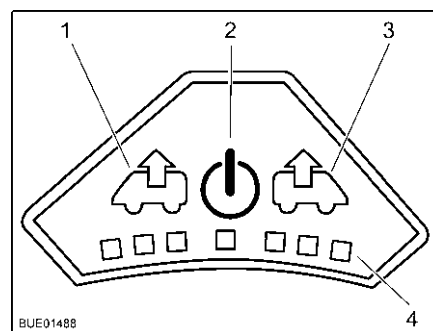

Bild 71 Fläktrégelge
- Tryck på på/av-knappen (Bild 71,2). Fläkten går i komfortläge (vädring med lägsta fläktvarvtal).
- För att höja fläktvarvtalet: Tryck på vädringsknappen (Bild 71,1). Fläktvarvtalet i vädringsriktningen ökar en nivå. Lampor (Bild 71,4) visar de olika nivåerna.
- För att minska fläktvarvtalet: Tryck på ventilationsknappen (Bild 71,3). Fläktvarvtalet minskar en nivå.
- För att höja fläktvarvtalet: Tryck på ventilationsknappen (Bild 71,3). Fläktvarvtalet i ventilationsriktningen ökar en nivå. Lampor (Bild 71,4) visar de olika nivåerna.
- För att minska fläktvarvtalet: Tryck på vädringsknappen (Bild 71,1). Fläktvarvtalet minskar en nivå.
- Tryck på på/av-knappen (Bild 71,2). Fläkten stannar och lamporna släcks.